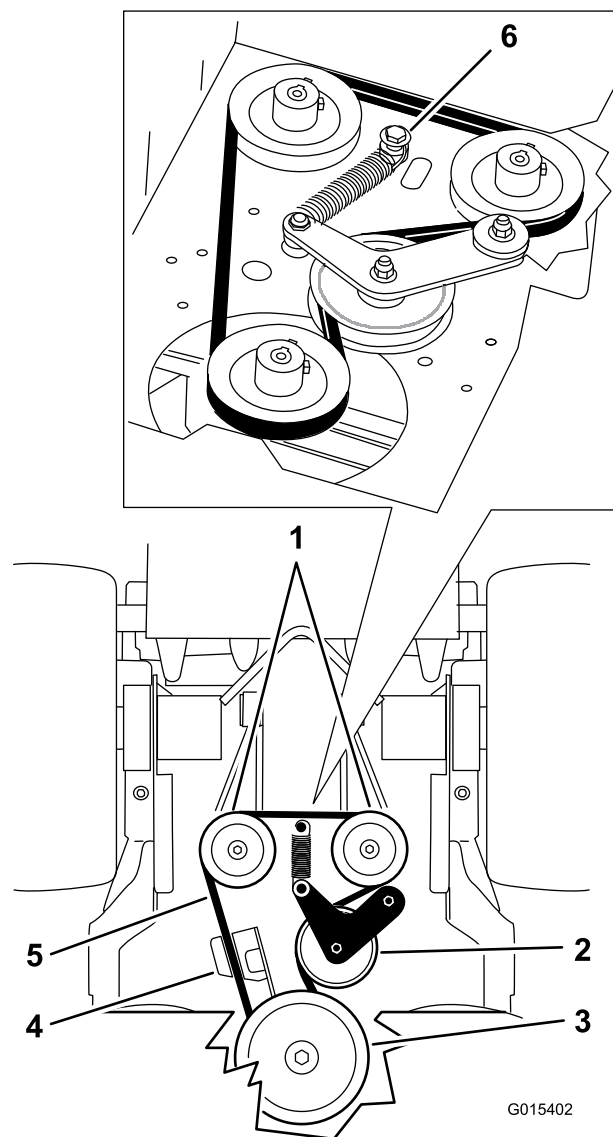

Figura 74
- Retire el perno de cuello largo, la tuerca y la arandela (que están conectados al muelle) de la carcasa del motor (Figura 74).
- Retire la correa de transmisión de la bomba (Figura 74).
- Instale el muelle en el perno de cuello largo y la arandela, y conéctelo a la carcasa del motor con la tuerca (Figura 74).